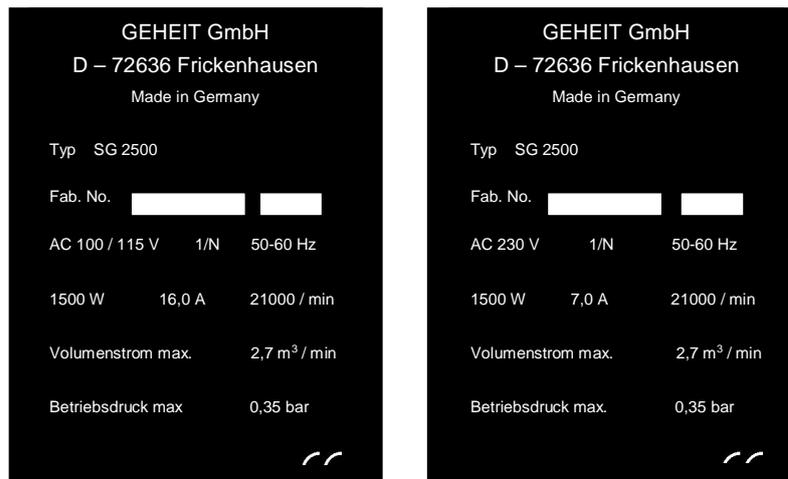

Figure 1
**Hinweis:** Tragen Sie die auf dem Typenschild Ihres Motorgebläses angegebene Fabriknummer in Abbildung 1 ein. Bewahren Sie die Betriebsanleitung und die beigegefügte CE-Konformitätserklärung unbedingt auf.